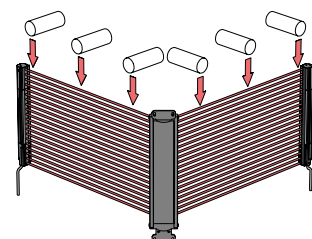

Figure 2. Test de détection du système EZ-SCREEN LP pour les installations avec miroirs d'angle
• En cas d'utilisation de miroirs d'angle, il est nécessaire de tester les faisceaux en trois endroits de chaque branche du faisceau (entre l'émetteur et le miroir et entre le miroir et le récepteur) (figure2).